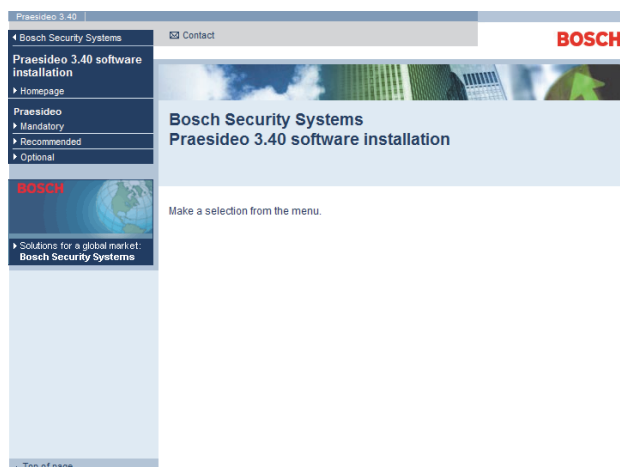

abbildung 36.1: Seite zur Softwareinstallation
Legen Sie die PRS-SW Praesideo Software-DVD in das DVD-Laufwerk des Konfigurations-PCs ein. Wenn die Funktion Autorun für das DVD-Laufwerk aktiviert ist, erscheint ein Fenster im Webbrowser-Programm, das dem in abbildung 36.1 ähnelt. Wenn die DVD nicht automatisch gestartet wird:
- 1 Starten Sie die PRS-SW Praesideo Software-DVD (siehe Abschnitt 36.2). Es erscheint ein Bildschirm, der dem in abbildung 36.1 ähnelt.